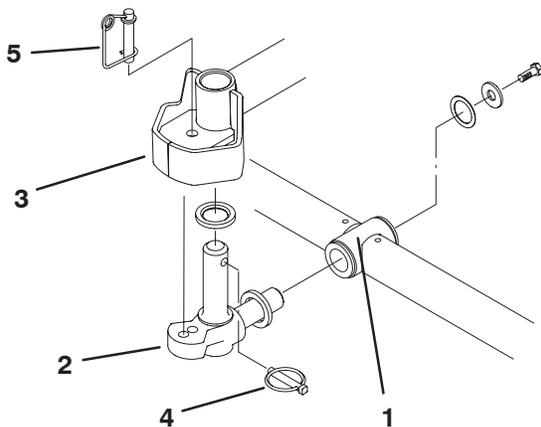

Bild 4
- Setzen Sie eine Druckscheibe auf die horizontale Welle des Kreuzgelenks, siehe Bild 4.
- Setzen Sie die horizontale Welle des Kreuzgelenks in das Befestigungsrohr des Trägerrahmens ein (Bild 4).
- Befestigen Sie das Kreuzgelenk mit einer Druckscheibe, einer flachen Scheibe und einer Bundkopfschraube am Trägerrahmen (Bild 4).
- Setzen Sie eine Druckscheibe auf die vertikale Welle des Kreuzgelenks (Bild 4).
- Falls die vertikale Welle des Kreuzgelenks abgenommen ist, setzen Sie sie in den Gelenkhub des Hubarms ein (Bild 4). Platzieren Sie das Kreuzgelenk richtig zwischen die zwei mittleren Gummistangen unter der Hubarm lenkplatte.
- Setzen Sie den Klapptecker in das Kreuzloch an der Kreuzgelenkwelle ein (Bild 4).
Hinweis: Wenn Sie eine starre Mähwerkposition wünschen, setzen Sie den Lenkradretierstift in das Befestigungsloch des Kreuzgelenks (Bild 4).
- Haken Sie den Federdraht unten um den Lenkradretierstift (Bild 4).